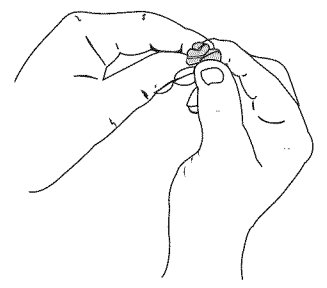

Fig. 24
5. Apriete el filtro para esparcir y retirar el exceso de aceite (Fig. 24).